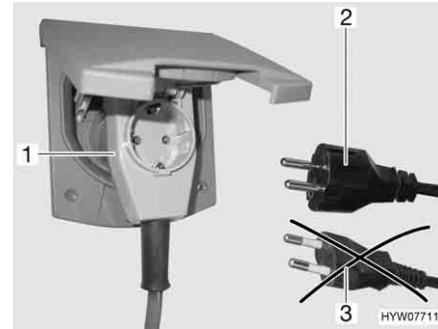

Bild 97 Anslutning till en vinkelkontakt med uttag
- Vid användning av en CEE 17-vinkelkontakt med uttag på baksidan (Bild 97,1) får endast en gummerad och förseglad IP 44-stickkontakt med skyddskontakt (Bild 97,2) användas. Använd inga stickkontakter utan skyddskontakt (Bild 97,3). Risk för strömstötar!